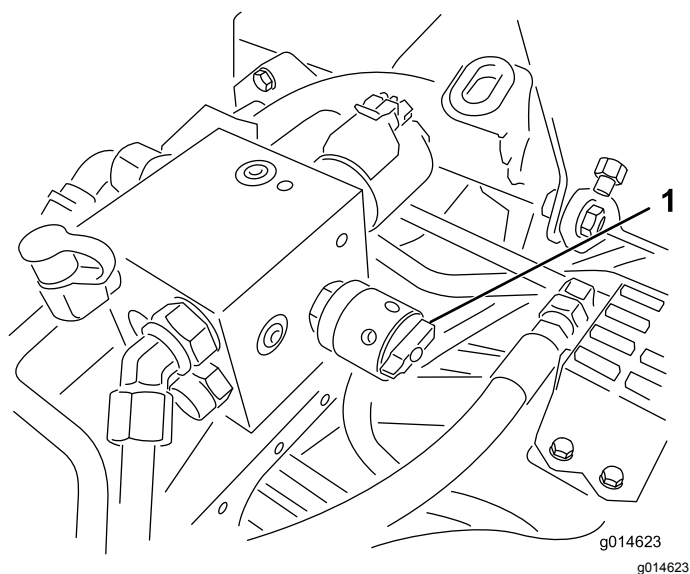

Figure 53
6. Tournez la commande de vitesse des cylindres à la position 1 (Figure 53).